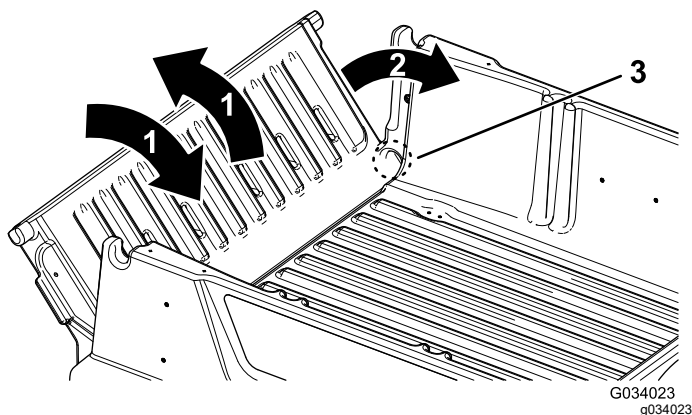

Bild 22
2. Drehen Sie die Heckklappe auf eine ungefähre Stellung von 45° (Bild 22).
3. Drehen Sie die Heckklappe mehrmals mit kurzen, schüttelnden Bewegungen (Bild 22).